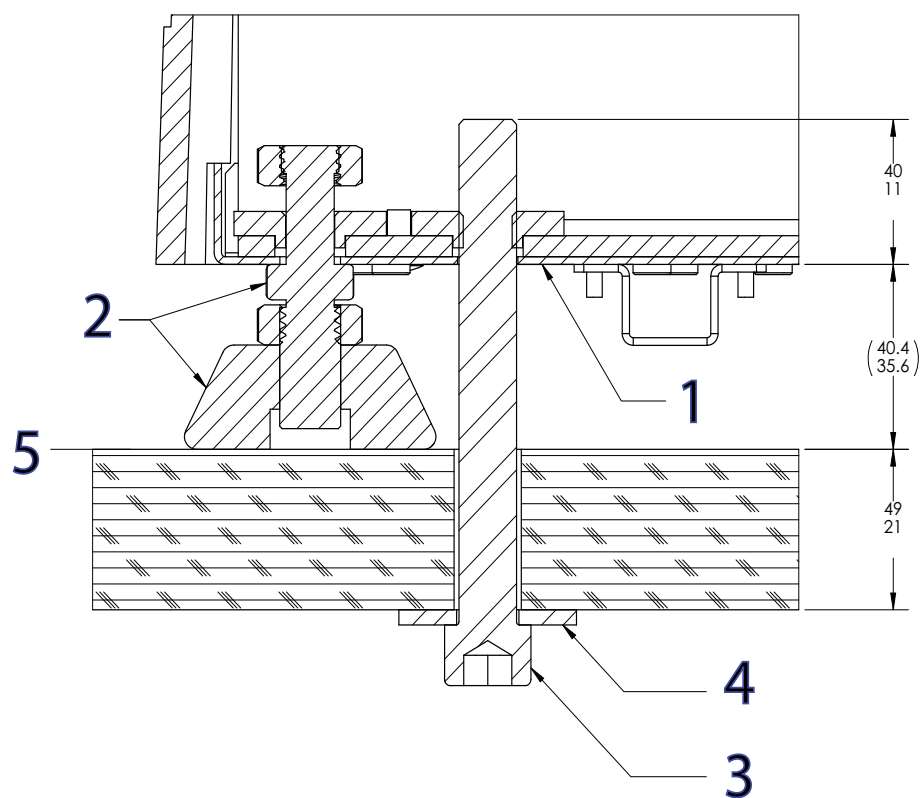

Figure 13. Fixez le bâti sur le plan de travail
Légende pour Figure 13
3. Installez chaque boulon et rondelle surdimensionnée comme indiqué dans la Figure 13 à la page 64.